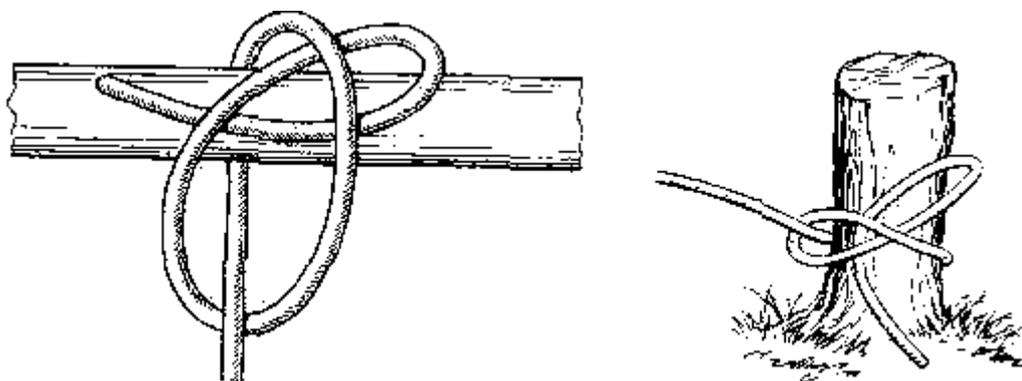

Рис. 98. Развязывающийся самозатягивающийся узел
**Развязывающийся самозатягивающийся узел** (рис. 98). Если в петлю этого узла пропустить ходовой конец, сложенный петлей, то узел по-прежнему будет сохранять свое главное свойство, но при желании может быть быстро развязан. Для этого нужно лишь потянуть ходовой конец.